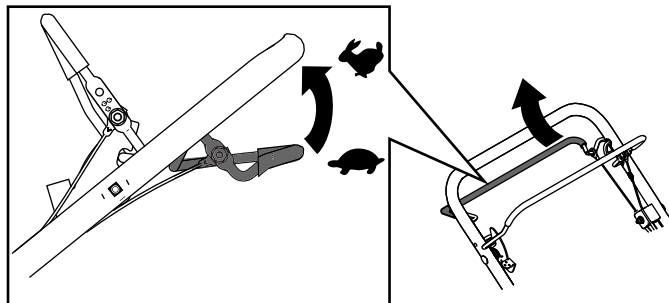

Figure 18
3. Pour utiliser l'autopropulsion, serrez la barre de commande d'autopropulsion (Figure 18).